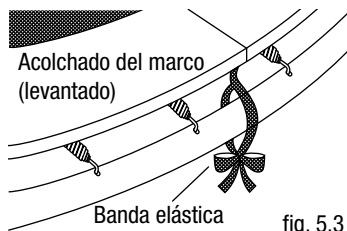

fig. 5.3
- c) Apriete las bandas elásticas que no se encuentran sobre un pie de soporte, para que el acolchado cubra el marco. Ate ambos extremos. (ver fig. 5.3)